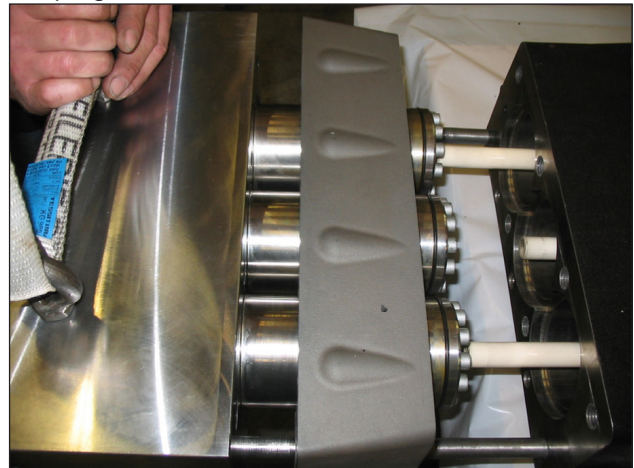

Abb. 109
Trennen Sie den Kopf und das Distanzstück der Buchsen vom Pumpengehäuse (Pos. ①, Abb. 109).